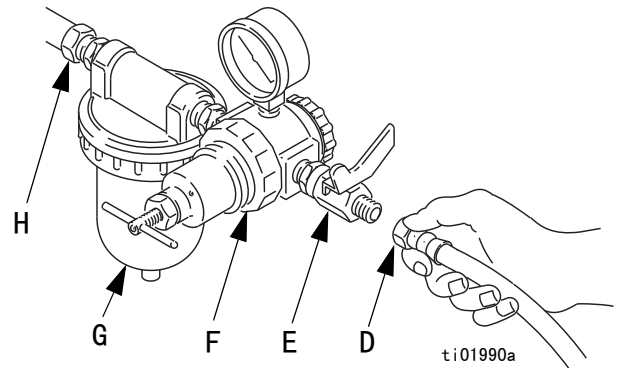

图 5：连接空气管路
- 如果所用调压气源没有过滤器，在每个供气管路上安装一个空气过滤器（G），确保喷枪供气干燥清洁。污物和水分会毁坏工件成品的外观见图 5。